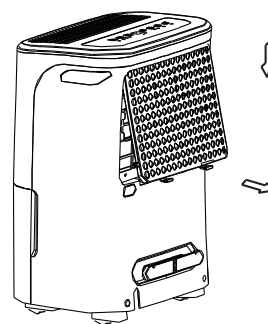

Fig. 8
- Ta tag i fliken på filtret och dra den uppåt, dra sedan ut det som visas i Fig.8.